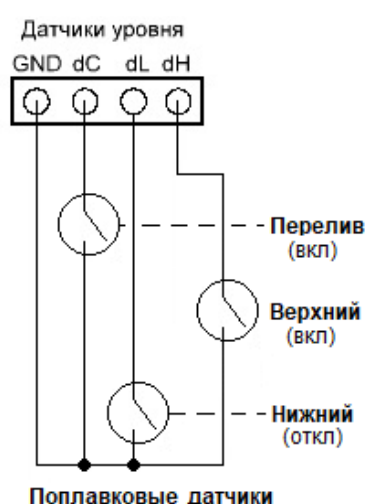

Рис.16
- поплавковые нормально разомкнутые датчики уровня (рис.16).